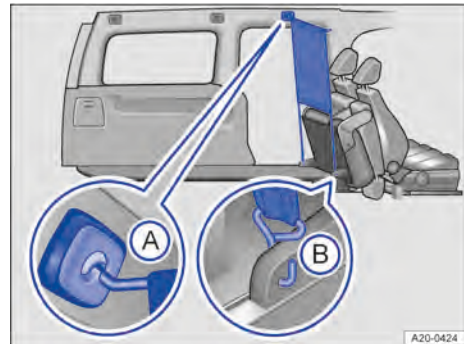

Abb. 151 Hinter der zweiten umgeklappten Sitzreihe: Eingebaute Netztrennwand.
2. Netztrennwand in die *vordere linke* → Abb. 151 Ⓐ Aufnahme im Dach einhaken. Darauf achten, dass die Querstange über die obere Position hinaus nach unten gezogen wird.
4. Netztrennwand in der Befestigung einhaken → Abb. 151 Ⓑ.